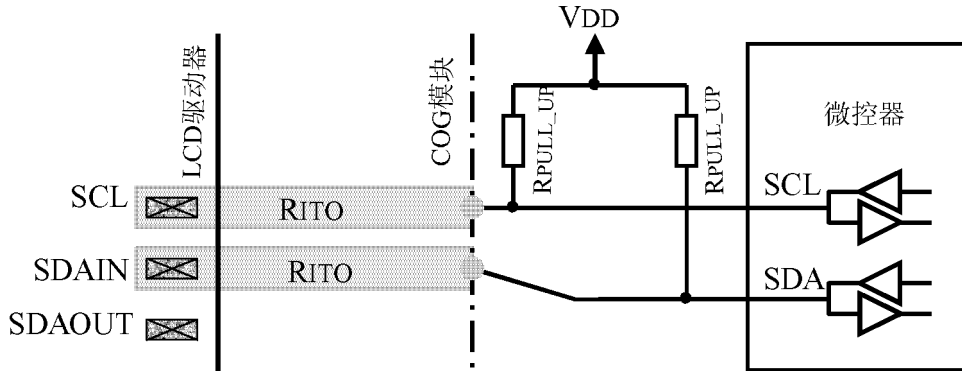

图7 SDAOUT 引脚悬空
(3) I²C 协议可以部分地在系统中实现。它会忽略传输中每个字节后地 ACK 位。这种情况下 SDAOUT 引脚悬空，如图 7 所示。这种配置在某些应用中可能需要，因为它消除了由于流过驱动器 IC 的 V_{SS} 电源端公共电阻的应答电流而造成的共模噪声。注意这时再不能使用 LCD 驱动器 IC 的读回功能。